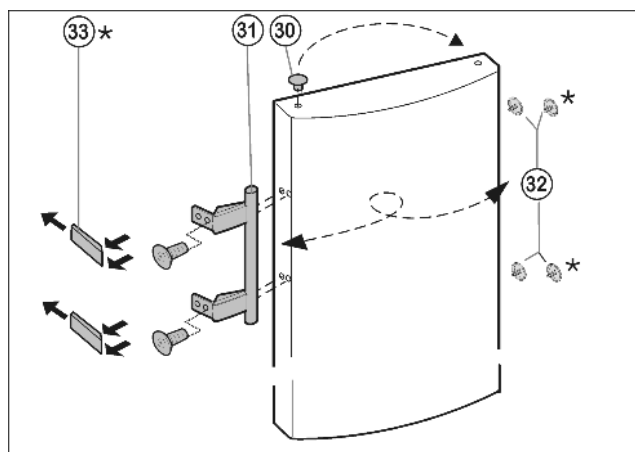

Fig. 8
- ▶ Wyciągnąć wkładkę Fig. 8 (30) z zawiasu drzwi i przelożyć na drugą stronę.
- ▶ Zdemontować uchwyt drzwi Fig. 8 (31), zatyczki Fig. 8 (32) oraz płytki dociskowe\* Fig. 8 (33) i przelożyć je na przeciwną stronę.